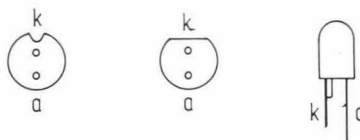

Fig. 3. De kathode wordt vaak op de behuizing gemarkeerd, is dit niet het geval dan is het meestal aan de aansluitdraden te zien.
- kathoderaad dikker en/of korter, zie fig. 3.